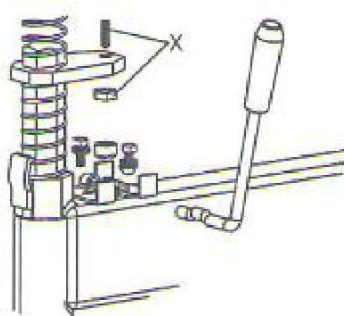

Рис.12
Примечание. Отрегулировать положение монтажной пластины (X) согласно рис.12, если вертикальная направляющая не фиксируется или монтажная головка в рабочем положении находится более чем в 2-3 мм от обода колеса.